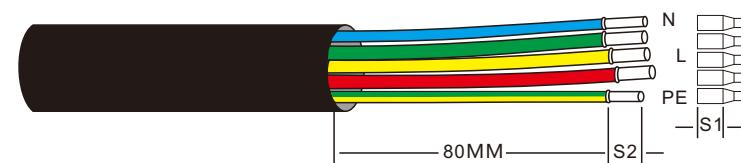

Figura 5.17 Decapagem do cabo CA
1. Desencapse a extremidade do isolamento do cabo CA em cerca de 80 mm e, em seguida, desencapse a extremidade de cada fio (conforme mostrado na Figura 5.17).